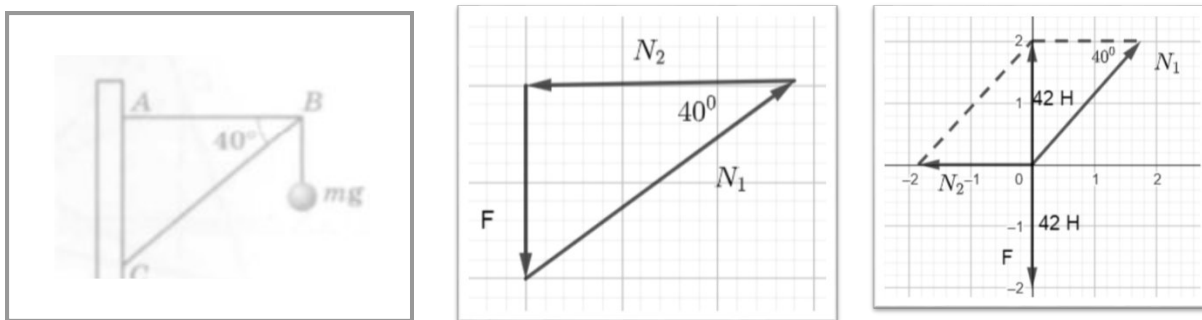

Рис. 10
3.2 К концу кронштейна приложена сила  $mg=42\text{H}$  (рис.10). Найдите силу сжатия стержня BC и силу растяжения стержня AB.